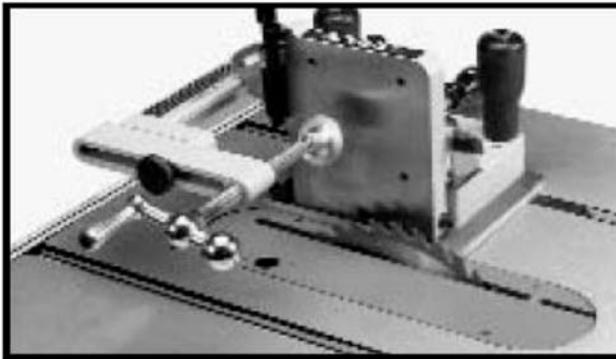

Рисунок 11
10. Установите на место детали, снятые в ШАГАХ 6, 7 и 8 в обратном порядке. Рисунок 11 демонстрирует шипорезное устройство, собранное для работы с пильным диском с наклонением влево.